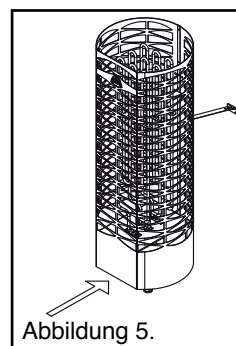

Abbildung 5.
- Der Steuerspannungsschalter des Saunaofens befindet sich an der Vorderseite unten. ( Abb. 5)